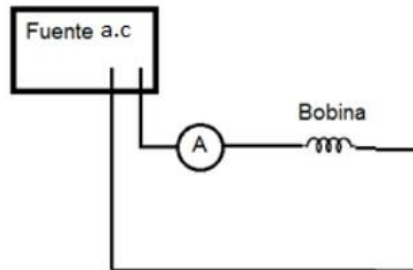

Figura 4. Circuito para la parte B
1. Arme un circuito en serie con la bobina, el generador de señales y el amperímetro, tal como se puede observar en la figura 4.